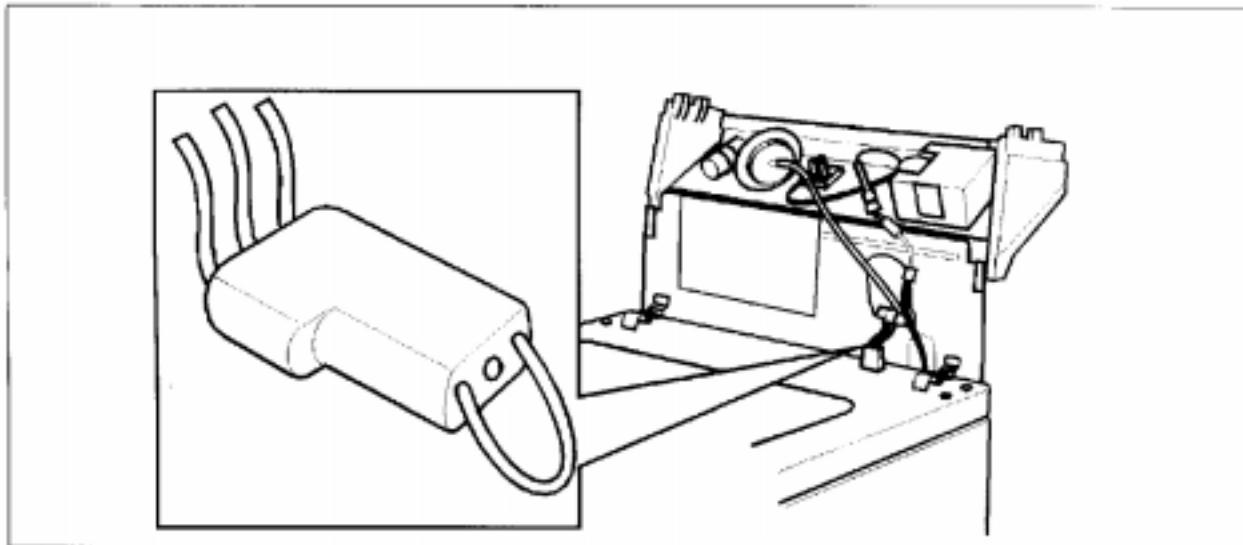

Fig.24
- Desconecte o chicote de fios, conforme fig.24.
Para operar a Lavadora sem o Gabinete, é necessário fazer uma ligação, com um pedaço de fio rígido encapsulado entre os pinos fêmea do conector, conforme fig.24.